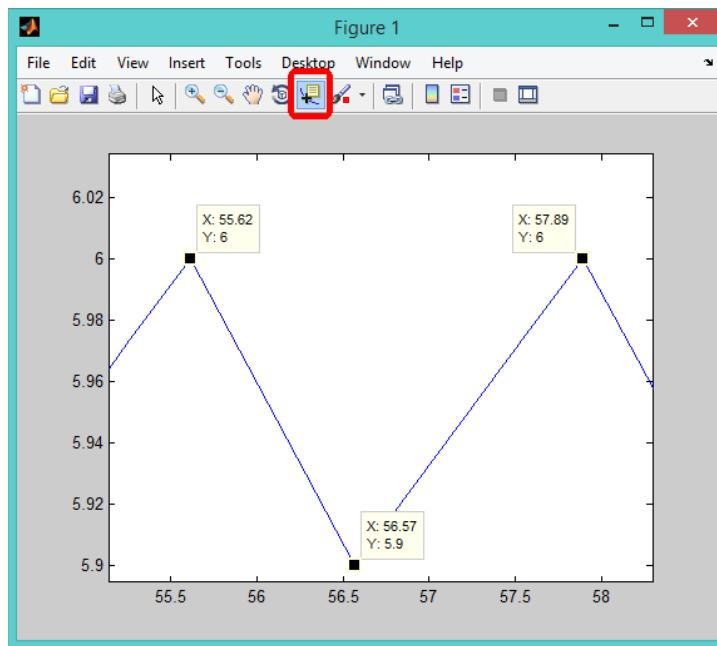

Figura 8.7. Cálculo de amplitud y período de las oscilaciones por medio de cursores.
8. En la gráfica que se obtiene puede ampliar la parte donde quiere tomar los datos, seleccionar el ícono de “Data Cursor” y con Alt + click dar clic sobre los puntos de la gráfica donde se desea fijar los cursosres, tal como se muestra en la Figura 8.7. Anote el valor del período y amplitud de las oscilaciones: